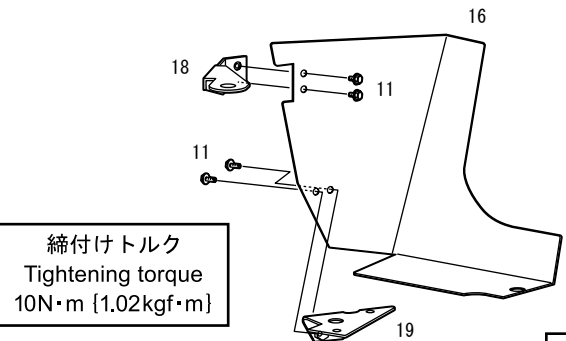
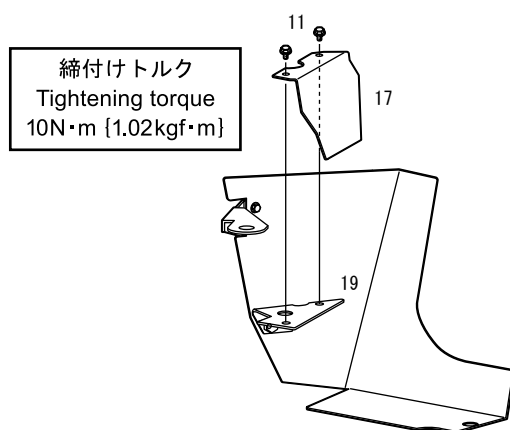

図13
図 16
- (9) ヒートインシュレーター No. 1 にヒートインシュレーターステー No. 1、ヒートインシュレーターステー No. 2 を取付けてください。(図13)
(11) インシュレーターステー No. 2 にインシュレーター No. 2 を取付けてください。(図 13、図 16)
(12) ヒートインシュレーターがボディやパワーフロー本体に干渉しないように位置を決めてください。